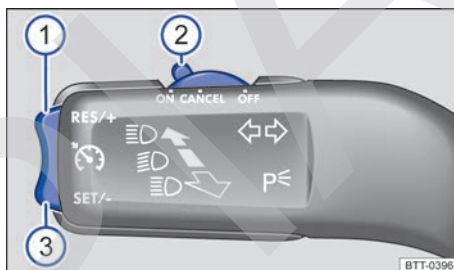

Fig. 107 En el lado izquierdo de la columna de dirección: teclas y mando del GRA.
- Desplace el mando → fig. 107 ② a la posición **ON**.
Mientras el GRA regula puede ajustar la velocidad guardada con la tecla → fig. 107 ① o ③:
Mantenga pulsada la tecla → fig. 107 ① o ③ para modificar ininterrumpidamente la velocidad guardada. El vehículo adapta la velocidad actual acelerando o dejando de acelerar. El vehículo no frena de forma activa.